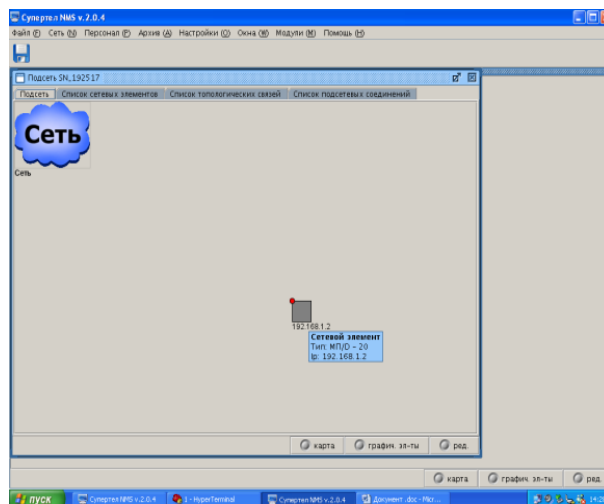

Рис. 21
7. В окне «Подсеть SN_192517» создается сетевой элемент с названием которое задали, два раза кликнуть левой кнопкой мыши по нему, как показано на рис. 21.